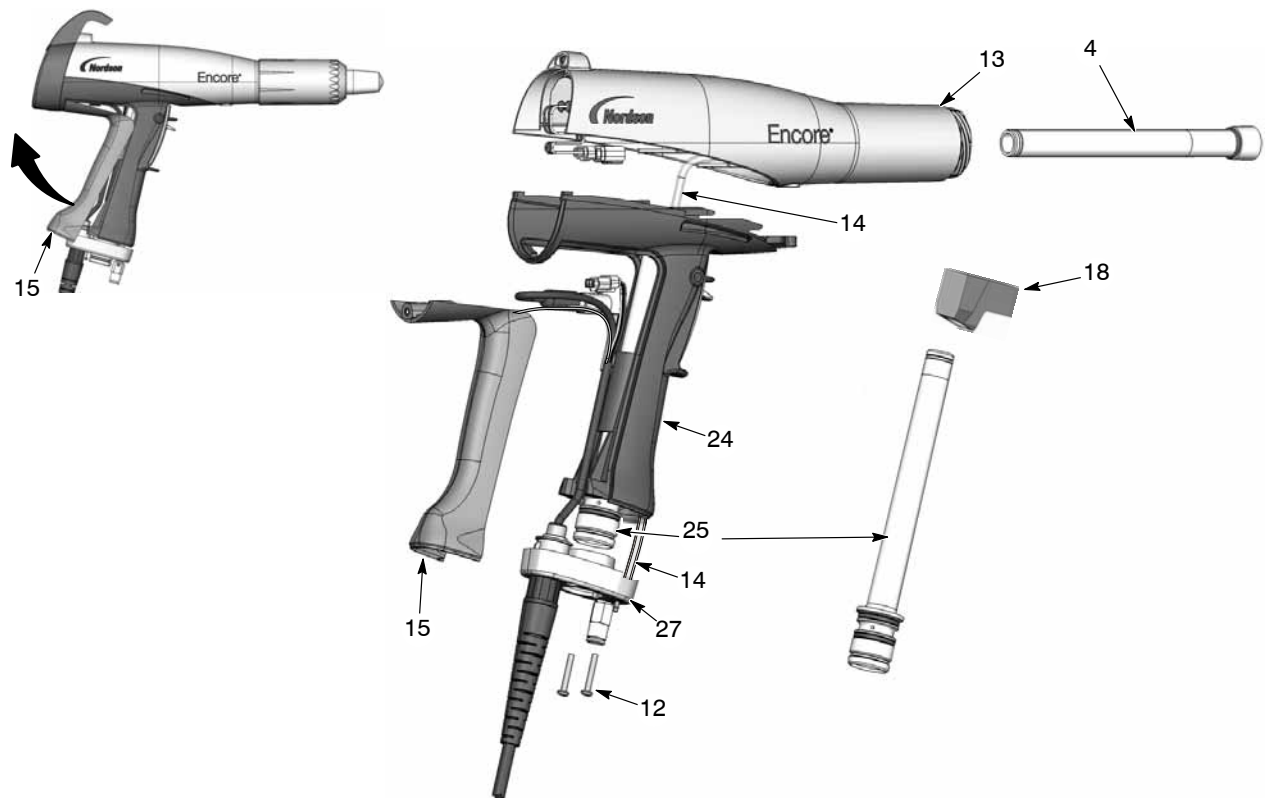

Bild 6-4 Byte av komponenter i pulvervägen
1. Se bild 6-4. Tag av vinkelanslutningen (18) från ingångsröret för pulver (25).
2. Skruva av de två M3 x 20 skruvarna (12) som fäster handtagets bas (27). Drag ut basen från handtagsdelen, sväng undan nederdelen av jordkontakten (15) upp och bort från handtaget, och tag därefter av den. Låt jordledaren vara ansluten till jordkontakten.
3. Tryck inloppsröret (25) upp och ut ur basen, flytta därefter undan basen och drag ut inloppsröret ur handtaget.
4. Tryck ut utloppsröret (4) ur pistolkroppens framsida (13).
1. Se bild 6-4. Stick i utgångsröret (4) i pistolkroppen (13) så att änden ligger ens med pistolen
2. Sätt i inloppsröret (25) i handtaget (24), sätt därefter in rörets ände i handtagsbasen (27).
3. Tryck handtagsbasen nära handtaget, kroka därefter i jordkontakten (15) i kroppen och vrid den över på handtaget. Kontrollera att kablarnas ledare inte kläms eller fastnar vid sammansättningen.
4. Sätt på handtagsbasen på handtaget och jordkontakten och fäst samman med två M3 x 20 skruvar (12).